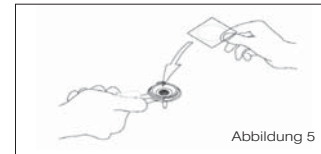

Abbildung 5
Setzen Sie das Sieb für Kaffeecialda's (flaches Sieb) in den Siebträger ein **7** bzw. verwenden Sie den Spezialsiebträger (10)(optional). Legen Sie die Kaffeecialda's in den Siebträger.(siehe Abbildung 5)